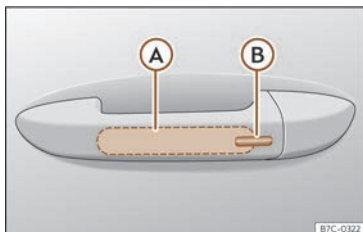

Fig. 46 Mânerul ușii: suprafețele senzorilor.
>>> **fig. 46**
- Atingeți suprafața senzorului (B) >>> **fig. 46** de pe exteriorul mânerului ușii. Toate semnalizatoarele clipesc o dată.
- În interval de 5 secunde, atingeți senzorul din exteriorul mânerului portierei o dată >>> **fig. 46** (B). Nu apucați mânerul atunci când faceți acest lucru. Astfel se dezactivează temporar sistemul Keyless Access.
- Data următoare, autovehiculul poate fi descuiat numai electronic, cu cheia cu telecomandă. După următoarea încuiere, sistemul Keyless Access va fi activat din nou >>> ①.
Pentru a închide toate geamurile acționate electric și trapa cu ajutorul **funcției pentru confort**, țineți câteva secunde un deget pe suprafața senzorului de încuiere >>> **fig. 46 B** de pe mânerul ușii, până când geamurile și trapa se închid.